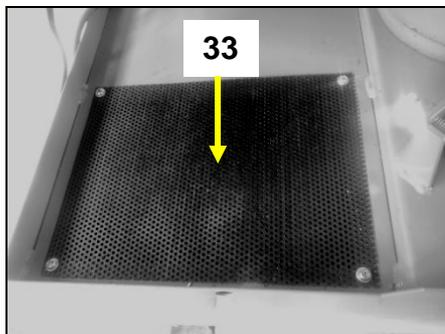

Fig 53
- Enlevez la pompe (N) (Fig 31) et démontez la grille (33) (Fig 53).
- Nettoyez le bac et la grille, puis revissez la vis de purge (40).